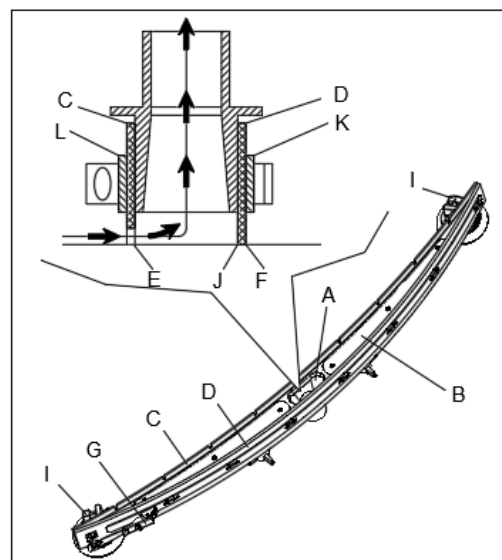

Рис. 18
2. Убедитесь, что края (E, рис. 18) переднего лезвия (C) и края (F) заднего лезвия (D) находятся на одном уровне по всей длине; при необходимости отрегулируйте высоту в соответствии со следующей процедурой:
- Ослабьте хомут (G), отсоедините держатели (M) и отрегулируйте заднее лезвие (D), затем зафиксируйте держатели (M) и установите хомут (G).
- Ослабьте ручки (I) и отрегулируйте переднее лезвие (C), затем затяните ручки.
3. Проверьте переднее лезвие (C) и заднее лезвие (D) на отсутствие износов, порезов и разрывов; при необходимости замените их в соответствии со следующей процедурой. Убедитесь, что передний край (J) заднего лезвия
- Ослабьте хомут (G), отсоедините держатели (M) и снимите сдерживающую планку (K), затем замените заднее лезвие (D). Соберите скребок в обратном порядке.
- Открутите ручки (I) и снимите фиксирующую планку (L), затем замените переднее лезвие (C). Соберите скребок в обратном порядке. После замены лезвия (или переворачивания), отрегулируйте высоту, как показано в предыдущем шаге.
4. Подсоедините вакуумный шланг (A, рис. 18) к всасывающему скребку.
5. Установите скребок (B) и закрутите ручки (C).